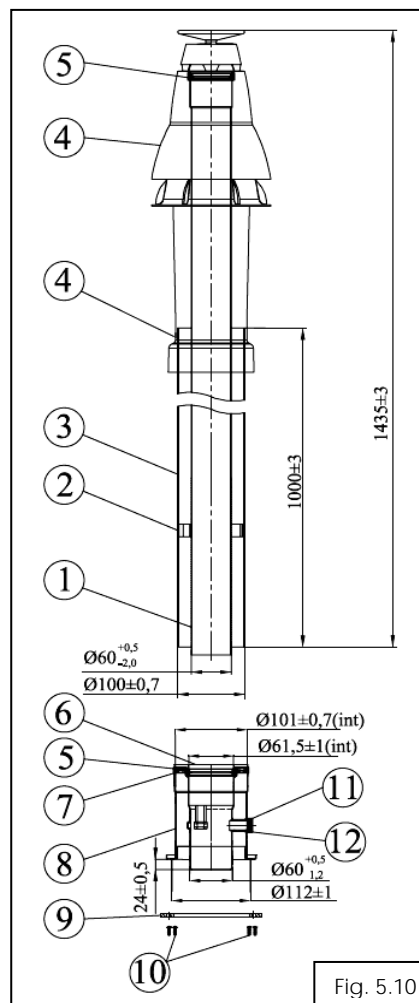

Fig. 5.10
**Kitul coaxial vertical, fig. 5.10 se livreaza doar la cerere.** Evacuarea gazelor se face printr-un tub de diametrul Ø60mm, coaxial cu tubul de admisie a aerului de diametrul Ø100 mm. Racordarea se face astfel:
- se fixeaza tubul de admisie (10) pe capacul superior al camerei presurizare cu 4 suruburi, avand grija ca intre capac si cot kit sa se pozitioneze garnitura aferenta;
- se fixeaza pe tubulaturile de admisie/evacuare avand grija sa se pozitioneze garniturile aferente. Se monteaza kitul montare acoperis (4).